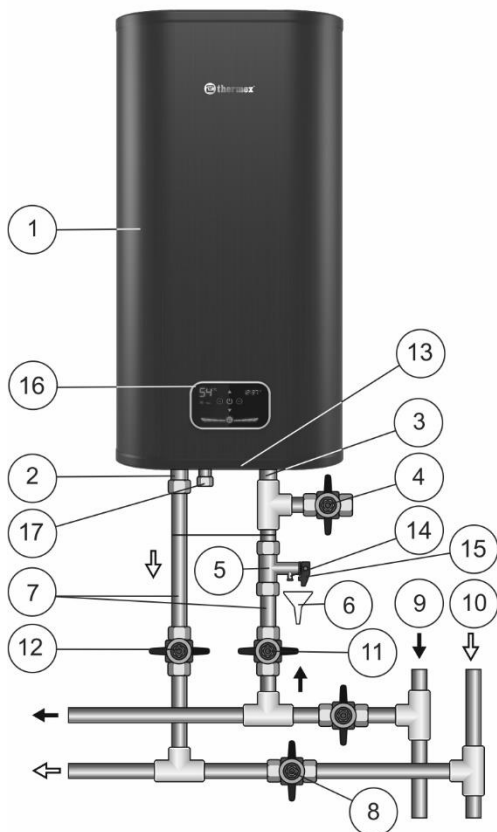

Рисунок 1. Схема подключения ЭВН к водопроводу в вертикальном положении вертикальных моделей V.
Внутренний бак изготавливается из высококачественной нержавеющей стали с содержанием титана, что обеспечивает высокую коррозионную стойкость и, как следствие, длительный срок эксплуатации. Пространство между внешним корпусом и внутренним баком заполнено пенополиуретаном - современной, экологически чистой теплоизоляцией, обладающей наилучшими характеристиками тепло-сбережения. Модели Flat Diamond Touch Pro (ID PRO) имеют два резьбовых патрубка: для входа холодной воды (Рис. 1, п. 3) с синим кольцом и выхода горячей воды (Рис. 1, п. 2) - с красным кольцом. На лицевой стороне ЭВН во всех моделях находится панель управления (Рис. 1, п. 16).
Предохранительный клапан (Рис. 1, п. 5) выполняет функции обратного клапана, препятствуя попаданию воды из водонагревателя в водопроводную сеть в случаях падения в последней давления и в случаях возрастания давления в баке при сильном нагреве воды, а также функции защитного клапана, сбрасывая избыточное давление в бак при сильном нагреве воды. Во время работы водонагревателя вода может просачиваться из выпускной трубы предохранительного клапана для сброса излишнего давления, что происходит в целях безопасности водонагревателя. Эта выпускная труба должна оставаться открытой для атмосферы и быть установлена постоянно вниз и в незамерзающей окружающей среде.
Необходимо обеспечить отвод воды из выпускной трубы предохранительного клапана (Рис. 1, п. 14) в канализацию, предусмотрев при монтаже ЭВН соответствующий дренаж (Рис. 1, п. 6).
Необходимо регулярно (не реже одного раза в месяц) проводить слив небольшого количества воды через выпускную трубу предохранительного клапана в канализацию для удаления известковых осадков и для проверки работоспособности клапана. Для открывания клапана он снабжен ручкой (Рис. 1, п. 15). Необходимо следить, чтобы во время работы ЭВН эта ручка находилась в положении, закрывающем слив воды из бака.
Установить предохранительный клапан (Рис. 1, п. 5) на входе холодной воды (Рис. 1, п. 3), помеченном синим кольцом, закрутив на 3,5 - 4 оборота, обеспечив герметичность соединения любым уплотнительным материалом (льном, лентой ФУМ и др.).
- Вертикальные модели V в соответствии с Рис. 1